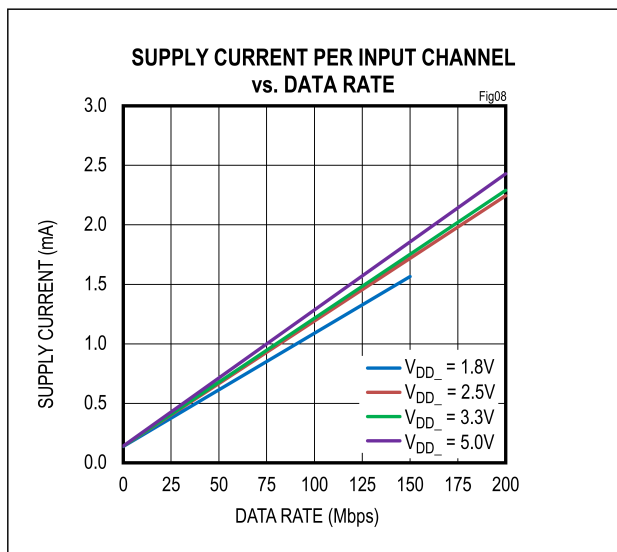
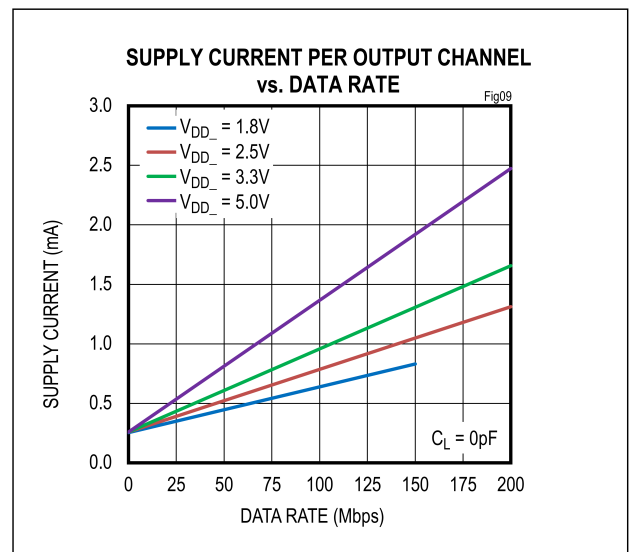

図 8. 入力チャンネルごとの電源電流 (計算値)
図 9. 出力チャンネルごとの電源電流 (計算値)
所定の電源 (V_{DDA} または V_{DDB}) に必要な電流は、各チャンネルに必要な電流を合計して算出できます。チャンネルの電源電流は、そのチャンネルが入力であるか出力であるかということとそのチャンネルのデータ・レートによって決まります。更に、そのチャンネルが出力である場合には容量性負荷であるか抵抗性負荷であるかによって決まります。任意のデータ・レートにおける入力または出力の代表的な電流は、図 8 および 図 9 のグラフから算出できます。なお、図 8 および 図 9 のデータは、代表的な動作条件における電源電流の測定値から外挿したものです。
単一チャンネルの総電流は、電圧とデータ・レートの関数である (図 8 と 図 9 に示す) 無負荷電流と、負荷のタイプに依存する負荷電流との合計です。容量性負荷に流れる電流は、負荷容量、スイッチング周波数、および電源電圧の関数です。
- チャンネル 1 は、2.5V、20Mbps で動作する入力チャンネルであり、消費電流は 0.35mA (図 8 から算出)。
- チャンネル 2 は、2.5V、100Mbps で動作する入力チャンネルであり、消費電流は 1.19mA (図 8 から算出)。
- チャンネル 3 と 4 は、DC 信号により 2.5V で動作する入力チャンネルであり、消費電流は 0.14mA (図 8 から算出)。
- チャンネル 5 は、2.5V、50Mbps で動作する出力チャンネルであり、消費電流は 0.52mA (図 9 から算出)。
- チャンネル 6 は、2.5V、200Mbps で動作する出力チャンネルであり、消費電流は 1.31mA (図 9 から算出)。
- チャンネル 1 は、3.3V、20Mbps で動作する出力チャンネルであり、消費電流は 0.40mA (図 9 から算出)。
- チャンネル 2 は、3.3V、100Mbps で動作する出力チャンネルであり、消費電流は 0.96mA (図 9 から算出)。
- チャンネル 3 と 4 は、DC 信号により 3.3V で動作する出力チャンネルであり、消費電流は 0.26mA (図 9 から算出)。
- チャンネル 5 は、3.3V、50Mbps で動作する入力チャンネルであり、消費電流は 0.68mA (図 8 から算出)。
- チャンネル 6 は、3.3V、200Mbps で動作する入力チャンネルであり、消費電流は 2.29mA (図 8 から算出)。